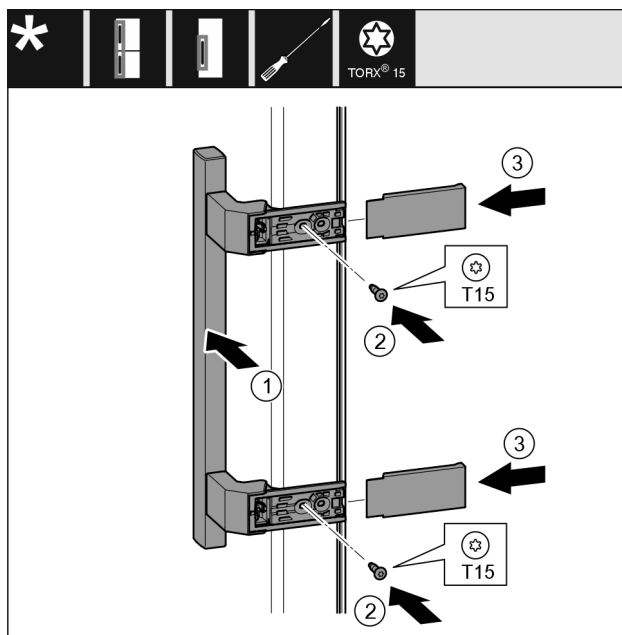

Fig. 25
- Nasad'te madlo Fig. 25 (1) na protilehlé straně.
- Šroubovákem šrouby Fig. 25 (2) pevně utáhněte.
- Kryty Fig. 25 (3) bočně nasad'te a nasuňte.